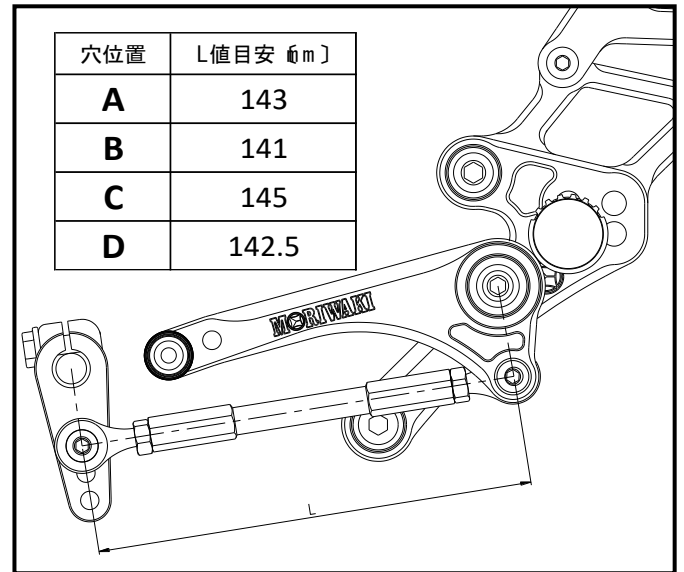

図5
- ① STDステップを外します。
- ② 車体にステップを取付けます。(部品構成図参照)
- ③ チェンジロッドの調整 (図5参照)